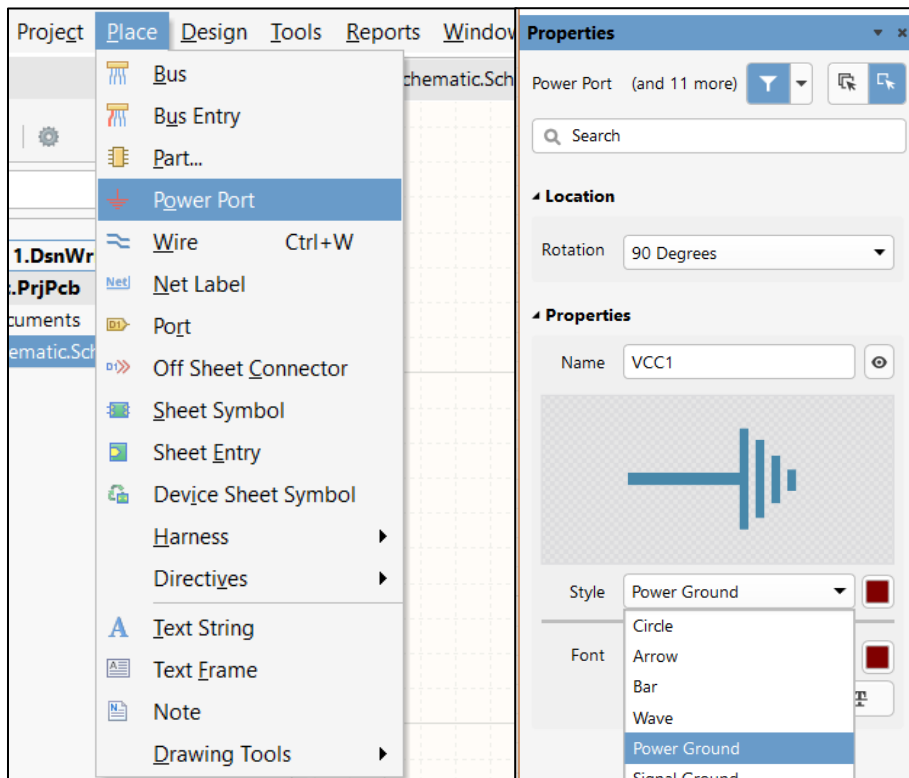

Fig. 1.17: Plaatsen van een Power Plane via Place (links) ; Power Plane Properties (rechts).
- Via **Place** → **Port** → <Tab> → **Style** (zie Fig. 1.17)